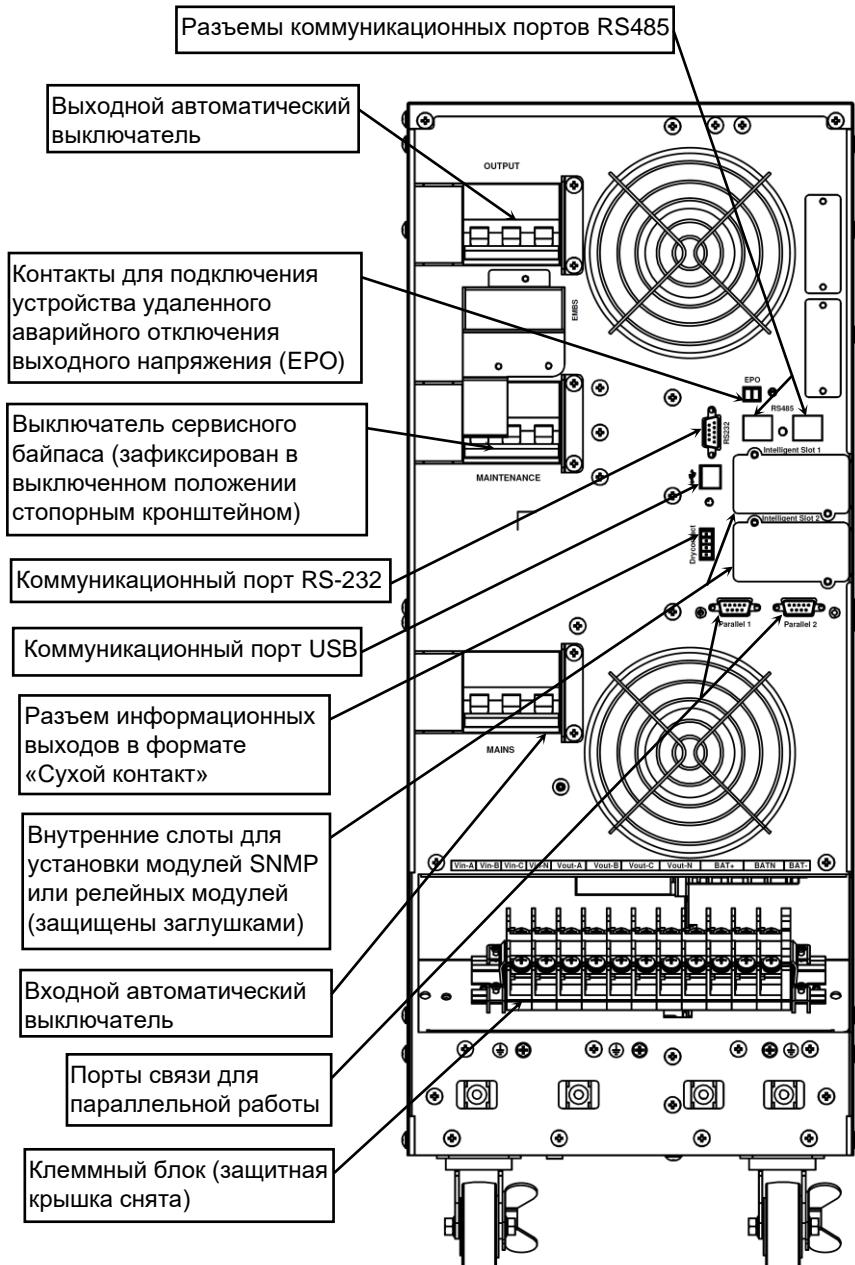

Рисунок 2 – Общий вид задней панели изделия со снятой крышкой клеммного блока
**На задней панели изделия** расположены: входной и выходной автоматические выключатели, защитная крышка, под которой расположен блок с винтовыми клеммами для подключения кабелей входа, выхода, и внешней аккумуляторной батареи, защитная крышка, под которой находится выключатель сервисного байпаса, вентиляторы охлаждения и разъемы коммутационных портов (см. рисунок 2).